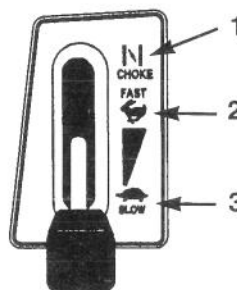

Figure 9
5. Mettre la commande des gaz sur CHOKE (STARTER) (Fig. 9).
7. Quand le moteur a démarré, amener lentement la commande des gaz sur FAST (RAPIDE) (Fig. 9). Si le moteur cale ou hésite, ramener la commande des gaz sur CHOKE pour quelques secondes. Ramener ensuite la commande sur FAST. Renouveler l'opération le cas échéant.
1. Mettre la commande des gaz sur SLOW (LENT) (Fig. 9).